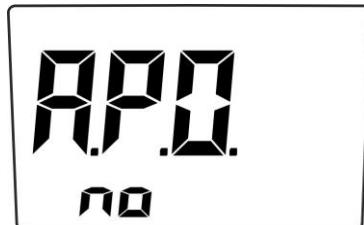

Abb. 36: Deaktivierung der Auto Power OFF Funktion
3. Die Meldung "A.P.O no" erscheint im Display einige Sekunden lang (siehe Abb. 36), das Instrument schaltet sich automatisch ein und das Symbol "P" (siehe Abb. 2 – Teil 14) verschwindet vom Display. Beim nächsten Einschalten des Instruments wird die Funktion automatisch wieder aktiviert.